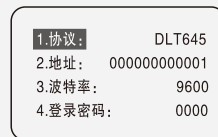

图 3-16
9.5.5 设备维护:在主菜单列表选定“设备维护”选项,按【菜单】键打开设备维护列表,如图3-16所示。通过【移位】或【递增】可进行各功能项切换;按【菜单】选定该功能项,【移位】或【递增】选择所需功能,按【菜单】键确认保存。